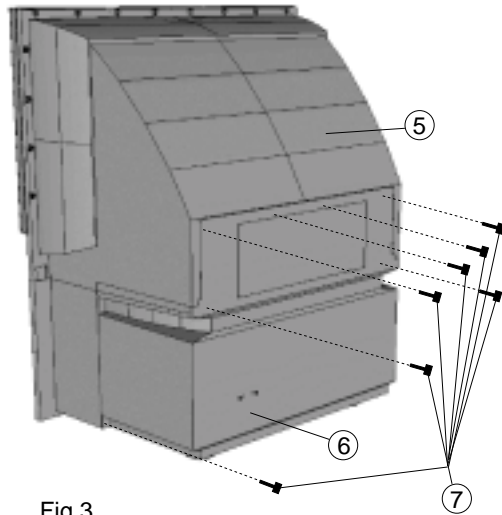

Fig.3
- Retirer les vis de fixation (7) du coffret inférieur (6) au coffret supérieur (5) (Fig.3).
- Déposer le coffret inférieur (6) (Fig.3).
- Entfernen Sie die Schrauben (7 mit den die untere Rückwand(6) an der oberen Rückwand befestigt ist (5) (Fig.3).
- Entfernen Sie die untere Rückwand (6) (Fig.3).
- Rimuovere le viti (7) di fissaggio della parte inferiore dello schienale (6) nella parte alta dello schienale (5) (Fig 3)
- Rimuovere la parte inferiore dello schienale (6) (Fig.3)
- Estrarre, sollevare e appoggiare la protezione schermo (3) (Fig3)
- Retirar los tornillos (7) que fijan la tapa trasera inferior (6) con la tapa trasera superior (5) (Fig.3).
- Retirar la tapa trasera inferior (6) (Fig.3).
- Remove the back cover (6) (see Fig. 3 p.8)
- Déposer le coffret inférieur (6) (voir Fig.3 p.8)
- Bauen Sie die untere Gehäuserückwand (6) ab (siehe Fig. 3 S.8).
- Rimuovere lo schienale (6) (Fig.3 p.8)
- Retirar la tapa trasera (6) (ver Fig. 3 p.8)
- Remove the back cover (6) (see Fig. 3 p.8).